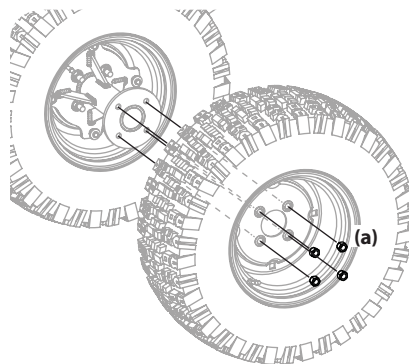

Figure 4-13
- Retirez les quatre écrous de roue (a) pour enlever la première roue. Voir Figure 4-13.